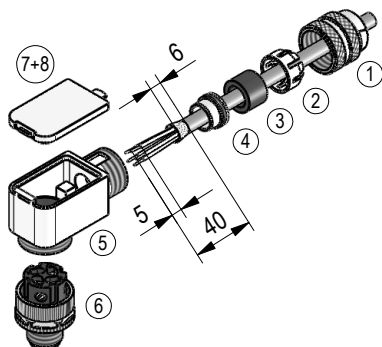
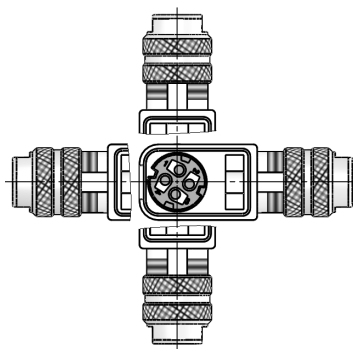

Abb. 7: Gegenstecker M12 gewinkelt
Abb. 8: Winkelstellungen
- Zubehör SIKO Art.Nr. "87600" M12 D-kodiert (Stift 4 pol. Ethernet Port 1 (IN) + Port 2 (OUT)) (Abb. 7 + Abb. 8).
Montage (Abb. 7)
Ändern der Winkelstellung (Abb. 8)